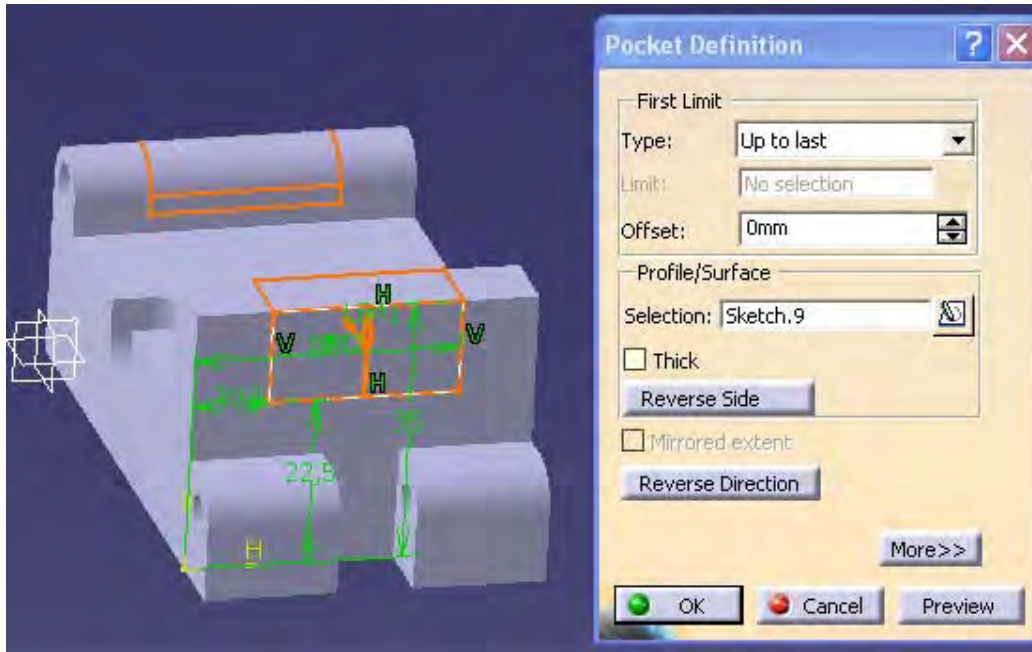
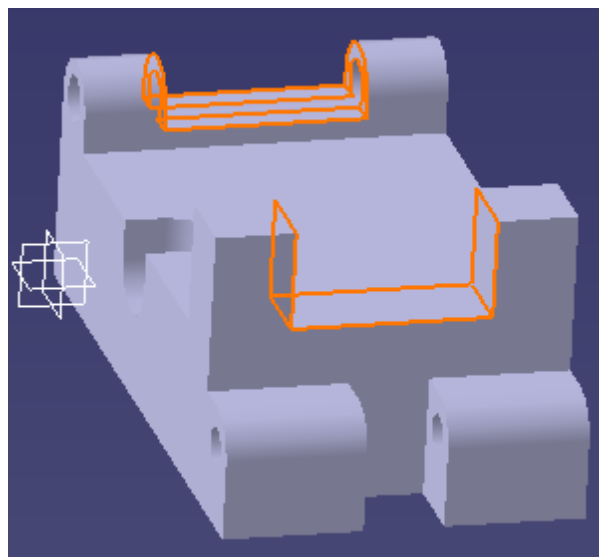

Figura 4.62: POCKET UP TO LAST
Figura 4.63: PIEZA GENERADA
12.-Se realiza el mismo proceso para generar otro POCKET pero ahora se hace un rectángulo de 25mm x 12.5mm, en la ventana de dialogo se le da un Type (Up to last) , se le da dirección y luego OK.(ver figura 4.62). Se obtiene la pieza de la figura 4.63